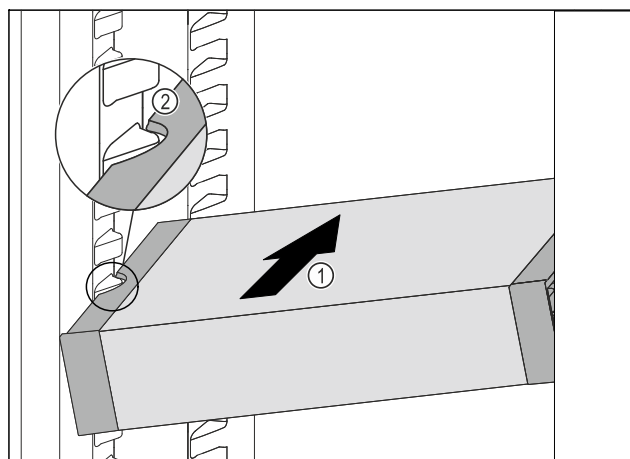

Fig. 114
- ▶ Skub VarioSafe skråt ind i kølesektionen, Fig. 114 (1) indtil udsparingerne i siden Fig. 114 (2) på VarioSafe er på niveau med beholderribben i kølesektionen.